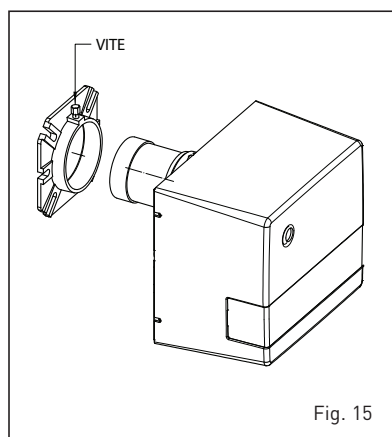

Fig. 15
4.6 MANUTENZIONE BRUCIATORE (fig. 15)
Per smontare il bruciatore dalla portina della caldaia togliere la vite (fig. 15). Per accedere alla zona interna del bruciatore togliere il gruppo serranda aria fissato da due viti laterali e rimuovere il guscio destro bloccato da quattro viti prestando attenzione a non rovinare le guarnizioni di tenuta OR.